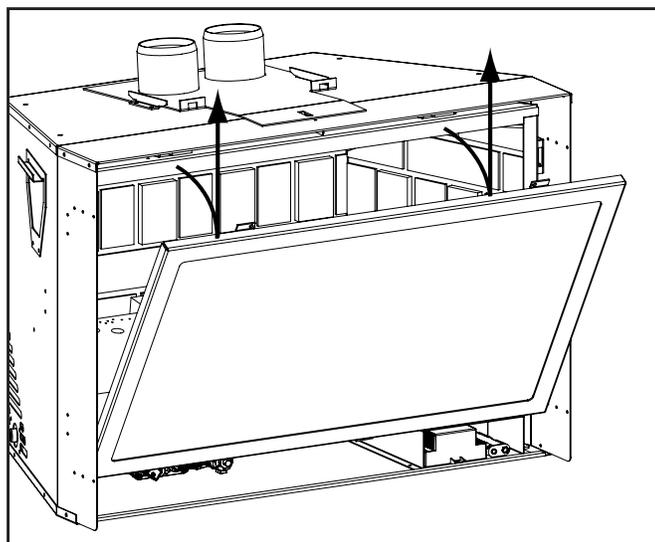

Figure 20: Dépose de la porte
La porte en verre de la foyer est retenue par deux loquets comme illustré à la Figure 20. Dégager les verrous en plaçant l'extrémité de l'outil de porte dans le trou sur le mécanisme de verrouillage de porte (voir la Figure 19-A,B) et en tirant le loquet vers l'avant puis sur le côté. Lorsque les deux (2) barres de verrouillage ont été libérés, inclinez le haut de la porte vers l'avant et soulever pour retirer la porte (figure 20). Pour ré-installer la porte en verre simplement inverser la procédure.